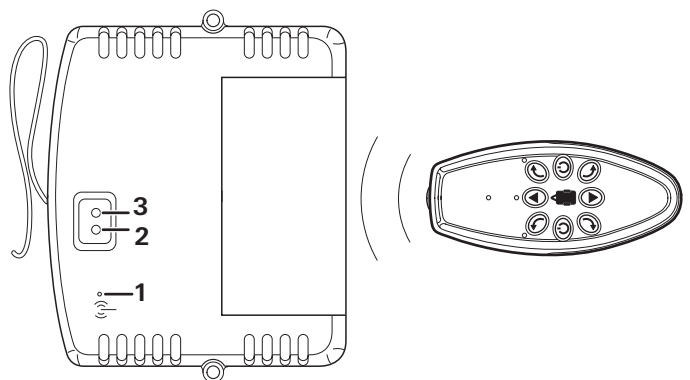

Bild 12
- Resettaste (Bild 12 - 1) auf der Steuerung mit einem dünnen Gegenstand betätigen. Hierzu kann die Antenne der Steuerung verwendet werden. Die grüne und rote LED (Bild 12 - 2/3) auf der Steuerung blinken jetzt abwechselnd.